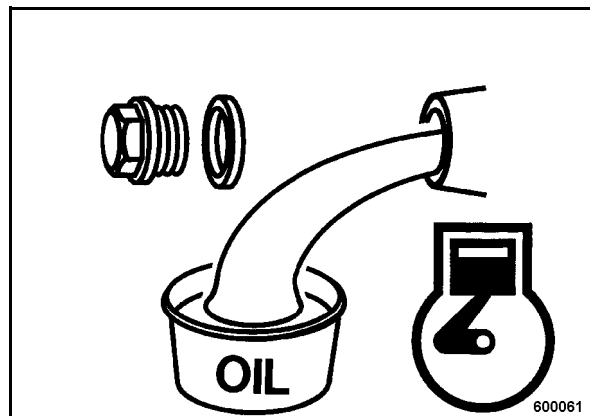

рис. 38
- Вывинтить резьбовую пробку маслосливного отверстия (рис. 38), слить и уловить отработанное масло.